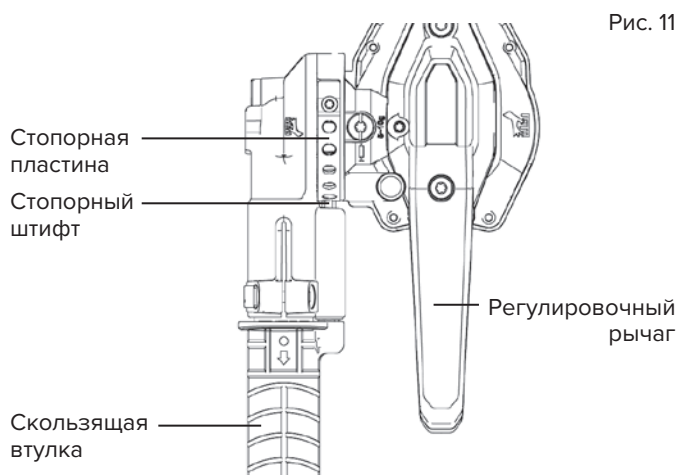

Рис. 11
- Чтобы отрегулировать лезвие (рис. 11):